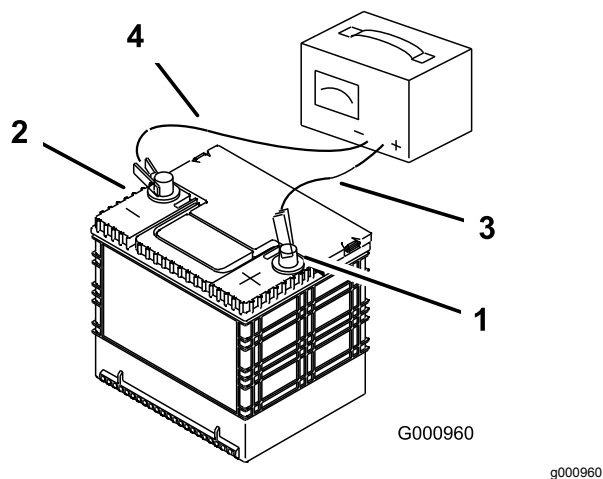

Figura 69
2. Quando a bateria estiver totalmente carregada, desligue o carregador da tomada elétrica e em seguida desligue os cabos do carregador dos bornes da bateria (Figura 69).